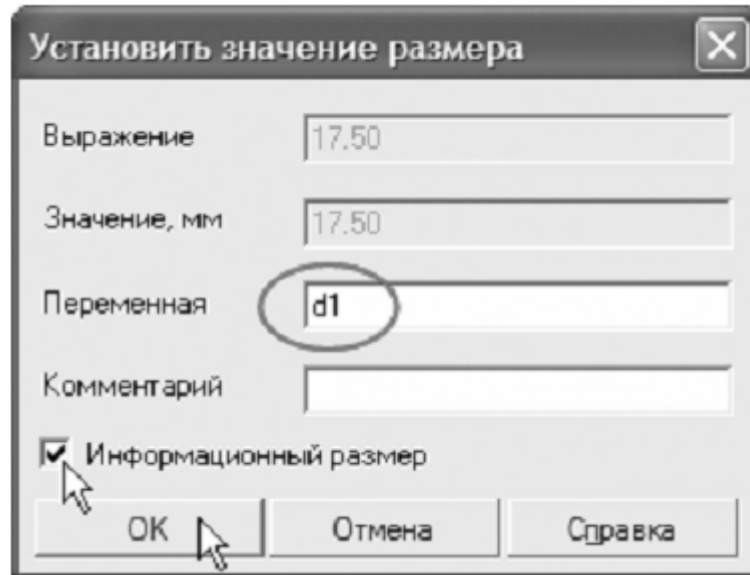

Рисунок 44.
6. В поле **Переменная** диалогового окна **Установить значение** размера введите имя переменной $d1$, включите флажок **Информационный размер** и нажмите кнопку **ОК** (рис. 44).